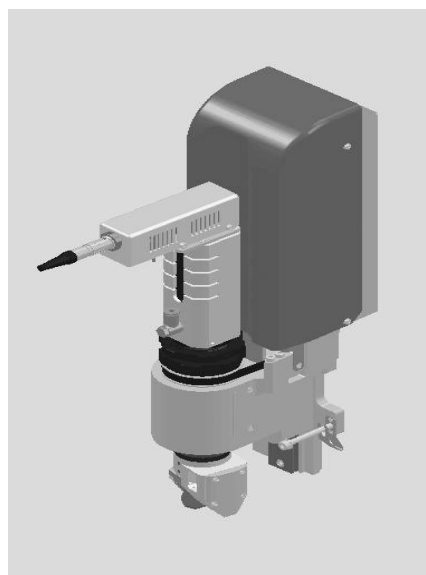

Рисунок 34
■ Установка инструмента завершена (Рис. 34)